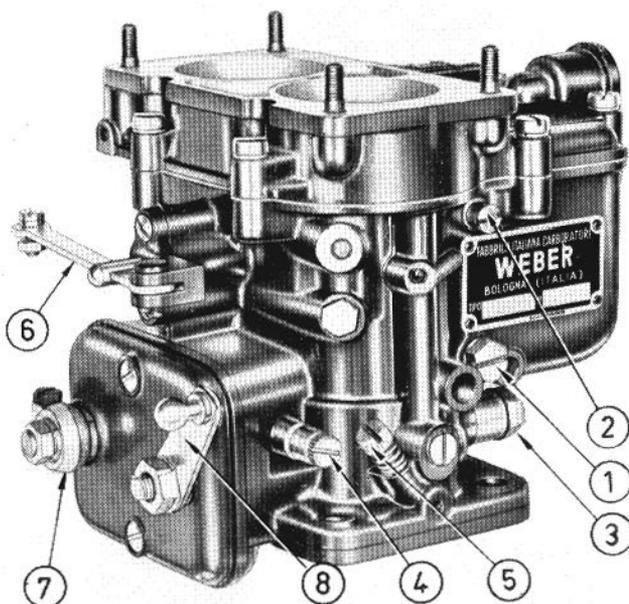

Fig. 30 - Carburatore
- 2° - Avvitare a fondo le due viti 5 fig. 30 per la regolazione della miscela del minimo di ciascun carburatore e svitarle poi tutte di 3/4 di giro.